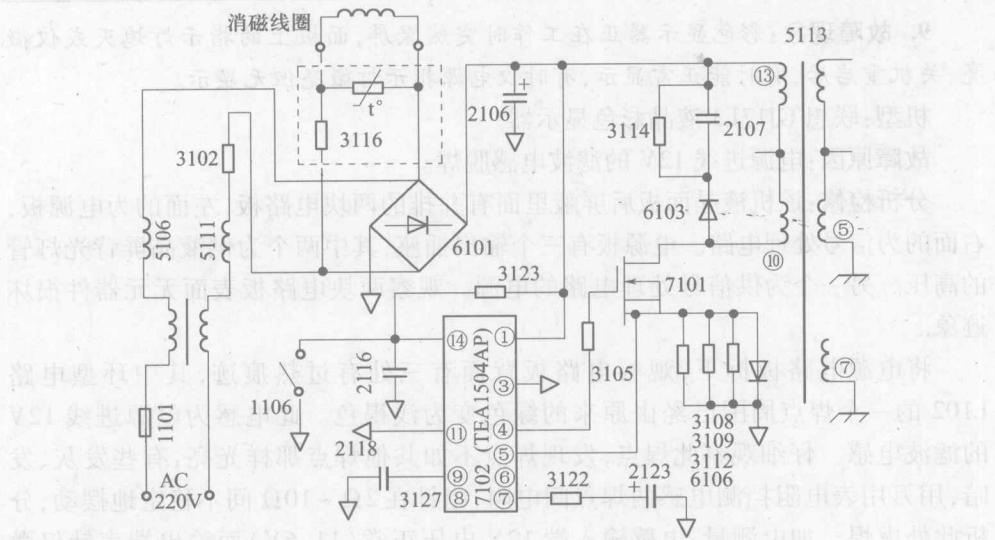

图 1 - 4 联想 LXB - F17069 彩色显示器电源部分有关电路
分析检修:开机后屏幕刚显示出信息就自动收缩后黑屏。在不连机时,“信号线无连接”的提示小方框刚刚出现也自动收缩并黑屏,电源指示灯由绿色转为黄、绿色交替闪亮,同时彩色显示器内伴有“吱吱”声,在发生故障时测量电源板的 12V 和 5V 输出电压分别为 13.8V 和 5.25V,认为电源正常,故障出在主板或高压板上。但当更换了主板和高压板后故障却依旧,说明故障应在电源电路,如图 1 - 1 所示。
分析检修:联想 LX - GJ556D 彩色显示器电源电路如图 1 - 2 所示。
分析检修:联想 LXB - F17069 彩色显示器电源部分有关电路如图 1 - 4 所示。经检查,发现熔断器 1101 已烧毁,怀疑电源部分存在短路故障。再查,电源开关管 7101、电源块 7102、电容 2106、整流桥 6101 等均未击穿短路。更换 1101 后开机,只听消磁器“嗒”的一声响,熔断器再次烧毁。拔下消磁器,重新更换熔断器后接通电源,不再烧熔断器且整机工作正常。怀疑消磁电阻 3116 不良,更换后故障排除。
分析检修:联想 LXB - F17069 彩色显示器电源部分有关电路如图 1 - 4 所示。用万用表检测开关电源次级各组输出电压的整流滤波电容正极对地电阻时发现短路现象,电源开关管 7101 各极对地电阻基本正常。插上电源插头,测主滤波电容 2106 两端 +300V 电压正常,开关电源集成电路 7102 (TEA1504AP) ④脚开关激励脉冲输出端电压为零,而其①脚 +300V 电压正常。断开行供电电路,串入 60W 灯泡做假负载,开机灯泡不亮,断定故障在电源初级。查 7101 外围元件无损坏。怀疑 7102 损坏,导致电源停振,④脚无开关激励脉冲输出。拆下 7102 用 M47 指针式万用表 $R \times 1k\Omega$ 挡测其各脚对⑪脚(接地脚)正反向电阻,并与购得的新块比较,发现其④脚对⑪脚反向电阻明显减小。换为新块,确定焊接无误后开机,灯泡发光正常,测 7102 各脚电压与资料介绍值相近。去掉假负载,接通行供电电感后